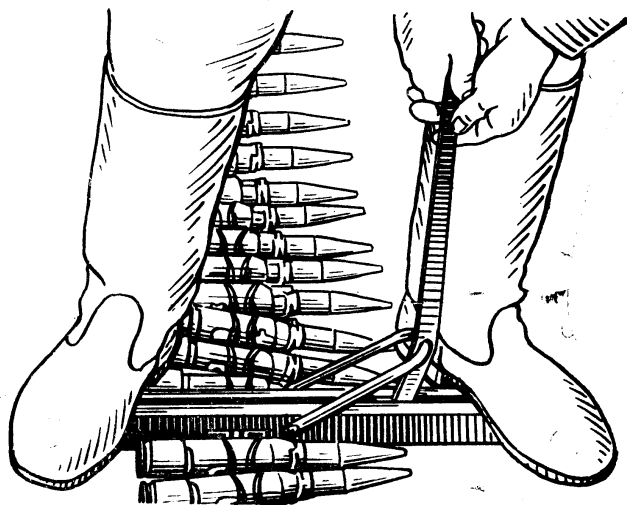

Рис. 23. Роз'єднання (з'єднання) стрічки до гармати за допомогою роз'єднувача 2А423.10.020
- приєднати знову споряджені стрічки до стрічки з патронами за допомогою роз'єднувача 2А423.10.020⁴ (Рис. 23);